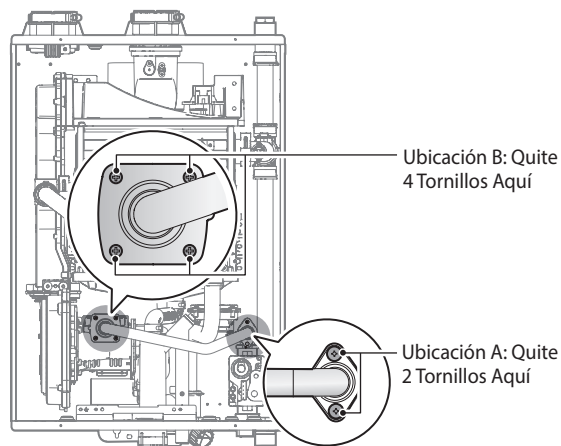

Figura 3. Separación de la Válvula de Gas del Tubo de Entrada de Gas y el Conjunto del Motor del Ventilador
9. Utilice un destornillador Phillips para quitar los dos tornillos de la ubicación A: la conexión bajo la válvula de gas donde se conecta al tubo. Consulte la Figura 3 como referencia. Una vez quitados los tornillos, separe cuidadosamente el tubo de la válvula de gas.